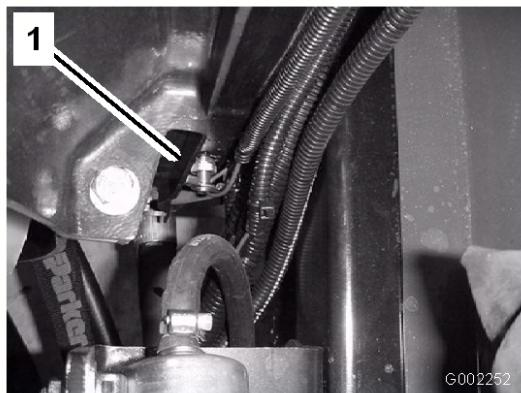

Figure 54
4. Ouvrez la vidange (Figure 54) et vidangez le liquide de refroidissement dans le bac.